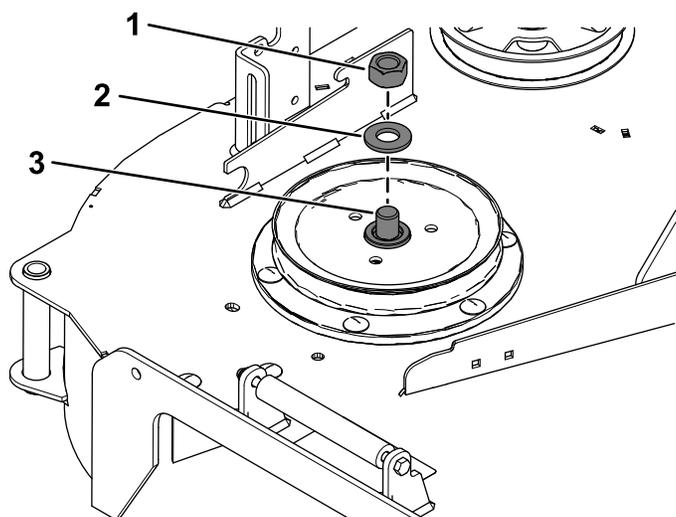

Figura 19
3. Utilize uma chave (1 1/2 pol.) para segurar o eixo, à medida que retira a porca sextavada (3/4 pol.) e anilha do eixo (Figura 19).